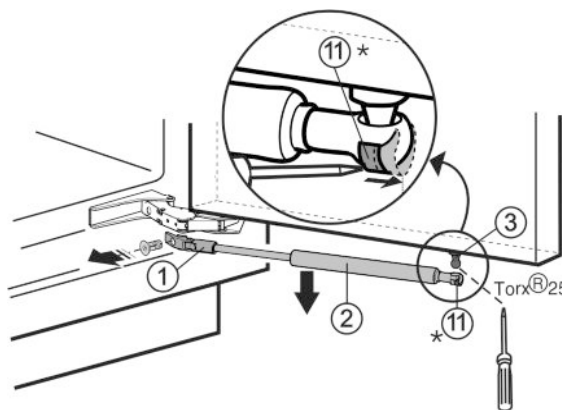

Fig. 1
▶ С помощью отвертки сдвиньте натяжную пружину Fig. 1 (11) наружу.*
▶ Снимите амортизатор закрывания дверей Fig. 1 (2) вниз.
▶ Открутите держатель Fig. 1 (1).
▶ Открутите шаровую головку Fig. 1 (3) (Torx® 25).